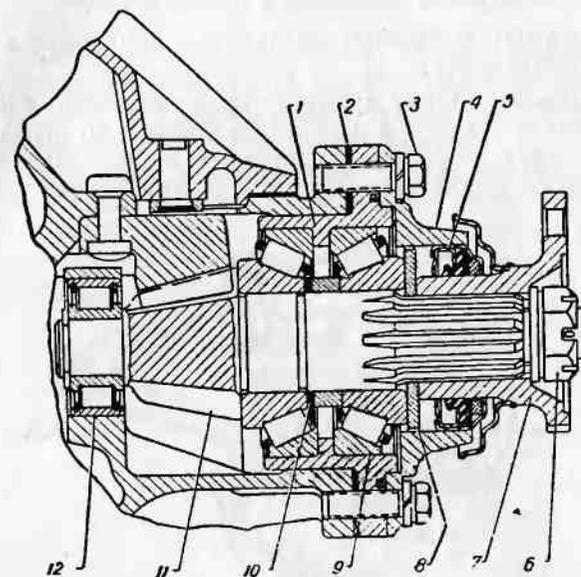

Рис. 122. Ведущая шестерня главной передачи в сборе с подшипниками:
3. Отвернуть шесть болтов крепления муфты (рис. 122) к картеру заднего моста.